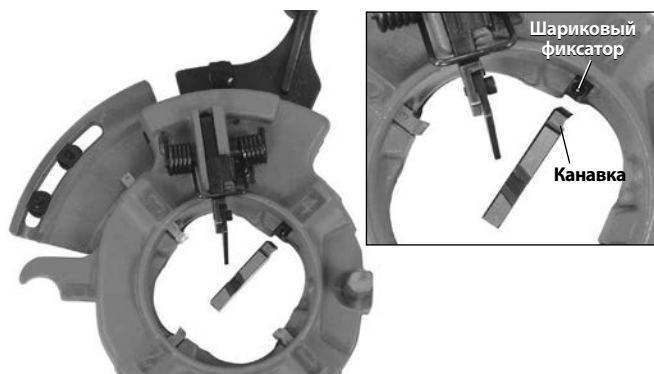

Рис. 16 – Вставка резьбонарезных гребенок
3. Извлеките гребенки из резьбонарезной головки. Вставьте соответствующие гребенки в резьбонарезную головку пронумерованным торцом вверх. Номера на гребенках должны соответствовать номерам на пазах резьбонарезной головки (см. Рис. 16). Паза под гребенки оснащены шариковым фиксатором, который при правильной установке входит в зацепление с канавкой на гребенке. Всегда заменяйте гребенки в комплекте – не устанавливайте гребенки из разных комплектов.